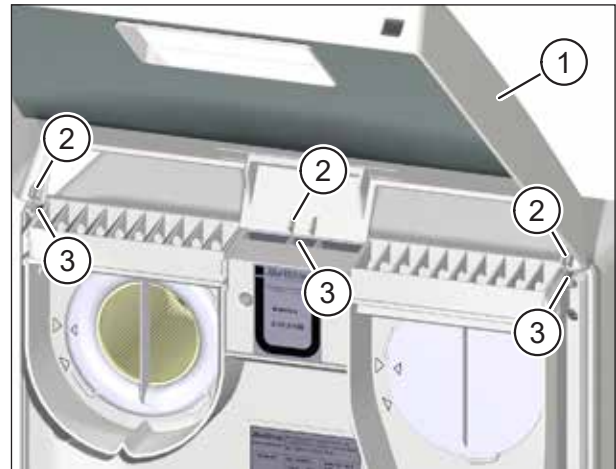

Abb. 16: Gerätedeckel auf Lüftungsgerät aufsetzen
- ▶ Fassen Sie den Gerätedeckel (Pos. 1 in Abb. 16) des Lüftungsgerätes mit beiden Händen und neigen Sie die Oberkante des Gerätedeckels in Richtung Lüftungsgerät.
- ▶ Setzen Sie die Nasen (Pos. 2 in Abb. 16) des Gerätedeckels in die Öffnungen (Pos. 3 in Abb. 16) an der Oberseite des Lüftungsgerätes ein.